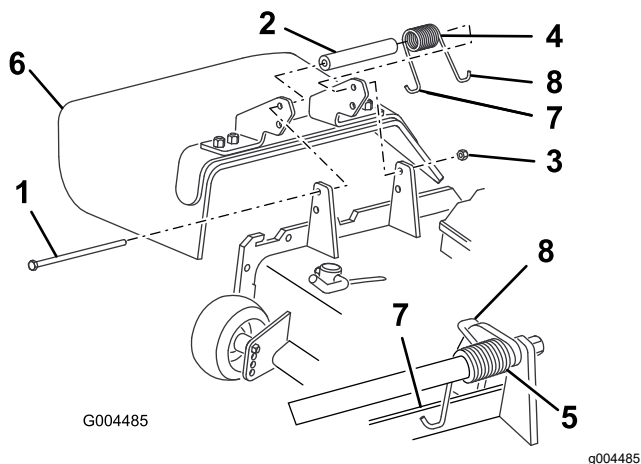

Figura 27
2. Retire a porca de bloqueio, o parafuso, a mola e a cunha que fixam o defletor aos apoios de articulação (Figura 27). Se o defletor de relva estiver danificado ou gasto, retire-o.
3. Coloque a anilha e a mola entre os suportes de substituição do defletor de relva (Figura 27). Coloque a extremidade esquerda em gancho J da mola por trás da extremidade da unidade de corte.
Nota: Certifique-se de que está montada a extremidade esquerda em gancho da mola por trás da extremidade da unidade de corte antes de colocar o parafuso como se mostra na Figura 27.
4. Coloque o parafuso e a porca. Coloque a extremidade direita do gancho da mola à volta do defletor de relva (Figura 27).